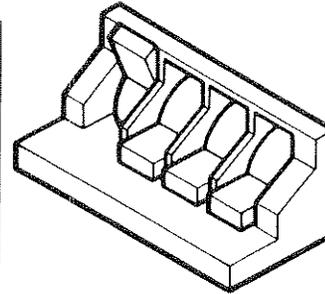

Abbildung 5: Einstellung der Adresschalter
- Vom Hersteller wird die Geräteadresse auf 0 eingestellt (siehe Abbildung 5).
- Wählen Sie eine der in Abbildung 5 abgebildeten Schalterstellungen aus